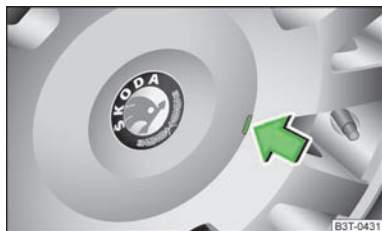

Fig. 129
- Démontez les enjoliveurs de roue avec précaution à l'aide de l'étrier métallique faisant partie de l'outillage de bord » fig. 129.